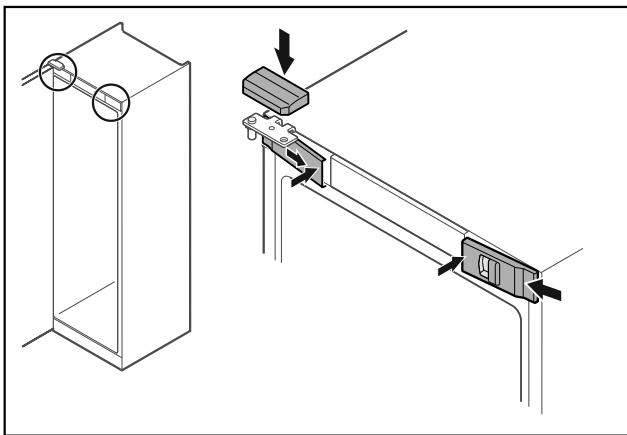

Fig. 52
- ▶ Agganciare le coperture anteriori Fig. 52 (1) di lato e innestarle all'interno.
- ▶ Innestare la copertura superiore Fig. 52 (2) dall'alto.